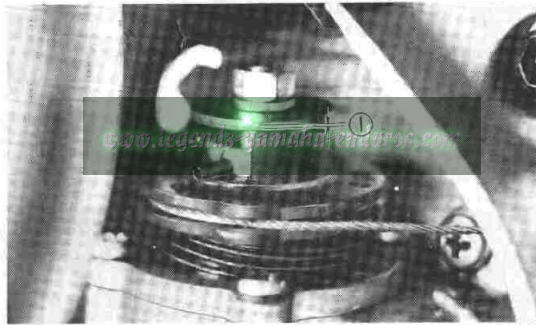

Fig. 2-3-10
- b. Measure gap with thickness gauge between raised boss on pump adjust pulley and adjust plate. If clearance is not correct, remove adjust plate locknut and adjust plate. (Fig. 2-3-10)
- b. Mesurez avec la jauge d'épaisseur l'intervalle entre le renflement sur la poulie de réglage de la pompe et le disque de réglage. Si l'espace n'est pas exact, enlevez le contre-écrou du disque de réglage et le disque. (Fig. 2-3-10)